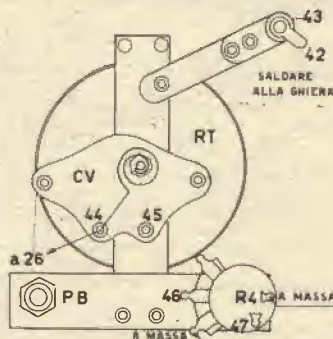

FIG. 6 - La crociera R. T. ed i pezzi a lei uniti
**Crociera.** Montare come in fig. 6 il perno con bussola PB, la ruota RT con relativa cordicella e molla di tensione, il variabile CV, ed il potenziometro R4, il portalam-pada e la lampada; saldare poi:
I terminali del potenziometro che in fig. 6 sono indicati « a massa » vanno ripiegati e saldati alla parte metallica del potenziometro stesso, direttamente o con filo nudo.